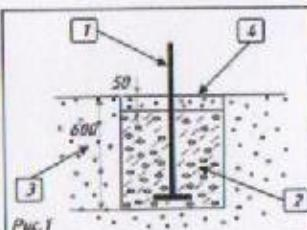

Рис. 1
- Бетонирование игрового оборудования производится по прилагаемому эскизу (рис.1), где: